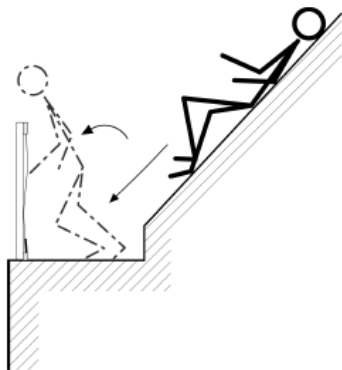

Bild A.4 — In den Seitenschutz rutschen und stolpern
- Si el sistema de barandillas se instala en una superficie inclinada homologada ($\leq 10^\circ$) con una distancia reducida cerca de una superficie con una inclinación más pronunciada ($> 10^\circ$), se debe evaluar el riesgo de que materiales o personas caigan desde la superficie más inclinada sobre el sistema de barandillas. En tales situaciones, es posible que sea determinante otra clase de protección según la norma DIN EN 13374, por lo que el sistema de barandillas HYGHTS no sería admisible. Véase la imagen A.4 [de la norma DIN EN 13374:2025-09].